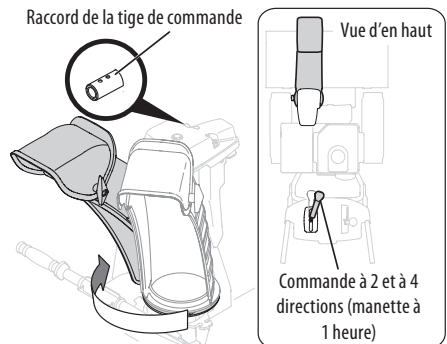

Figure 22
4. Pressez la gâchette de la manette de la commande de goulotte et tournez la goulotte avec votre main jusqu'à ce qu'elle soit pointée vers l'avant. Les trous sur le raccord de la tige de commande pointeront vers le haut. Voir Figure 22.